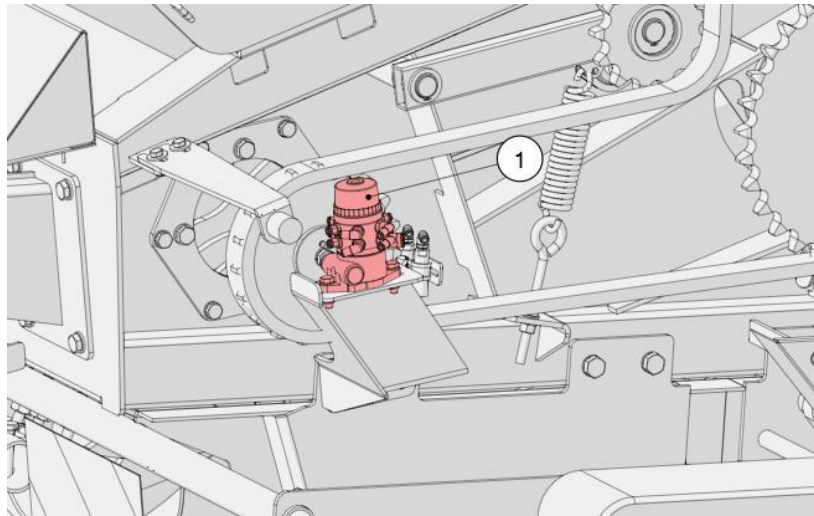

Figura 67. Bomba automática de lubricación de la cadena
- Desconecte todas las mangueras de la bomba (1) (figura 67);
- Coloque un recipiente para aceite debajo de la bomba (1);